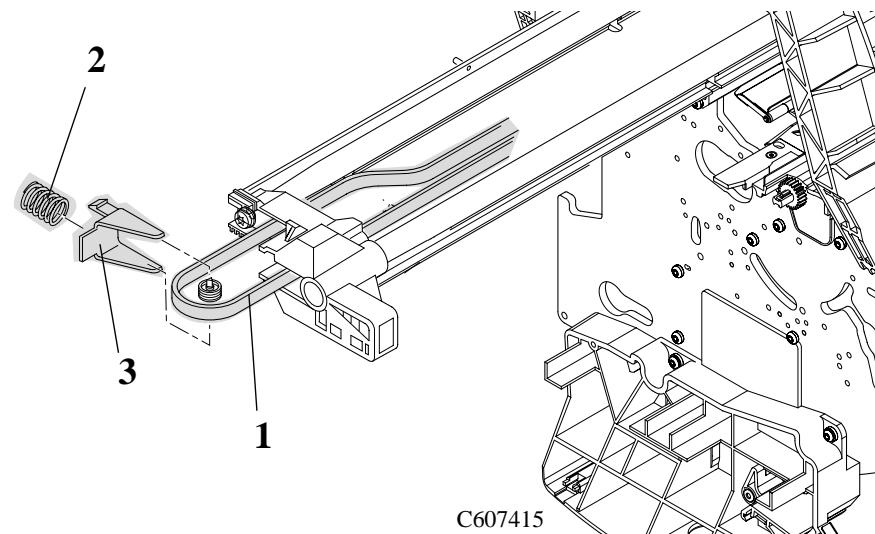

図44：キャリッジアッセンブリとベルト
- 9** プリンタの左側で、テンショナ ウェッジクリップ(部品3)を使ってカチッという音がするまでスプリング(部品2)を縮め、ベルト(部品1)にかかっている張力をゆるめます(図44参照)。